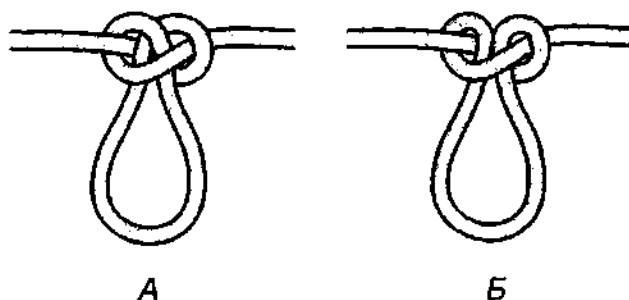

Рис. 162. Травяная петля. А – с перекрещенными плечами; Б – с параллельными плечами;
**Травяную петлю** необходимо вязать только с перекрещивающимися плечами (рис. 162. А). Хотя перекрещивание плеч на крепость узла никак не влияют, зато оно сильно препятствует деформации узла при его затягивании и безопасность узла от этого повышается. С перекрещенными плечами узел меньше ползёт и становится намного стабильней.